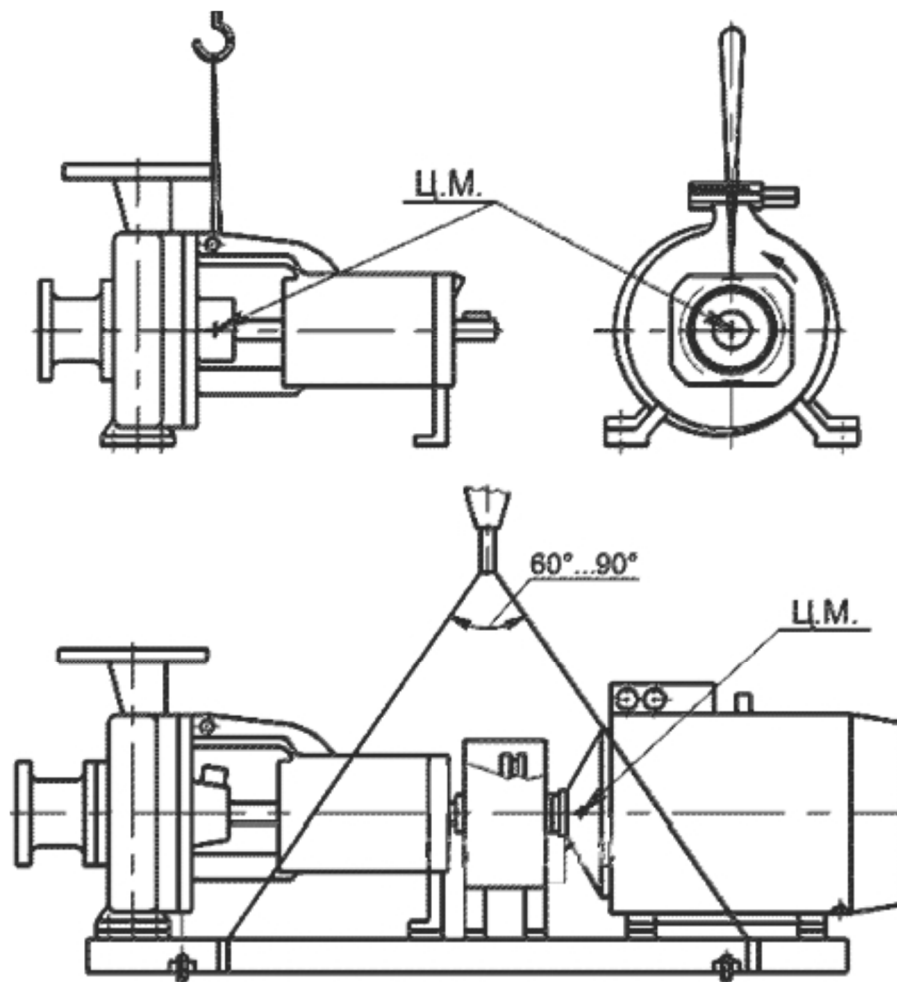

Рисунок 1 Схема строповки насоса
При подъеме агрегата электронасосного NISO/NIS/NISF строповку производить по схеме приведенной на рис. 1.
ЗАПРЕЩАЕТСЯ ПОДНИМАТЬ АГРЕГАТ ЭЛЕКТРОНАСОСНЫЙ NISO/NIS/NISF ЗА МЕСТА, НЕ ПРЕДУСМОТРЕННЫЕ СХЕМОЙ СТРОПОВКИ (см. рис. 1)!!!
- установить агрегат насосный на раме на заранее подготовленный фундамент (схему строповки см. рис. 1);